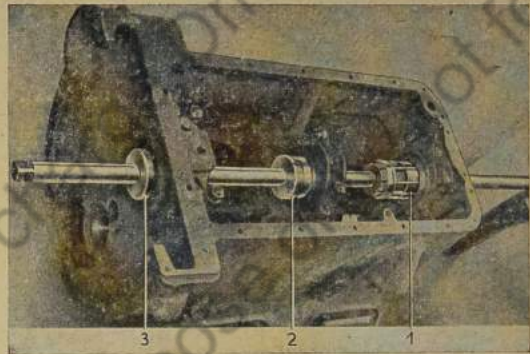

Bild 97: Vorderes Kurbelwellenlager aufreiben
8. Hungerreiß und die F das mitte (Bild 97).
8. Hungerreibahle (96/1) in die Lager einführen und die Führungsbuchsen (96/3 und 4) für das mittlere und hintere Lager einführen (Bild 97).